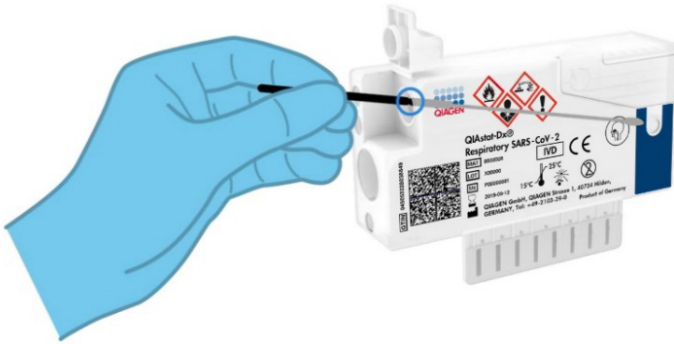

图 8.将拭子插入 QIAstat-Dx Respiratory SARS-CoV-2 Panel Cartridge。
5. 将拭子插入 QIAstat-Dx Respiratory SARS-CoV-2 Panel Cartridge，直到断点与入口对齐（即拭子无法进入更深）（图 8）。